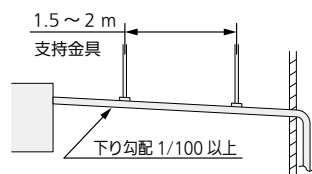

図13
- 下り勾配は(排水側を下に) 1/100以上とってください。(図13)